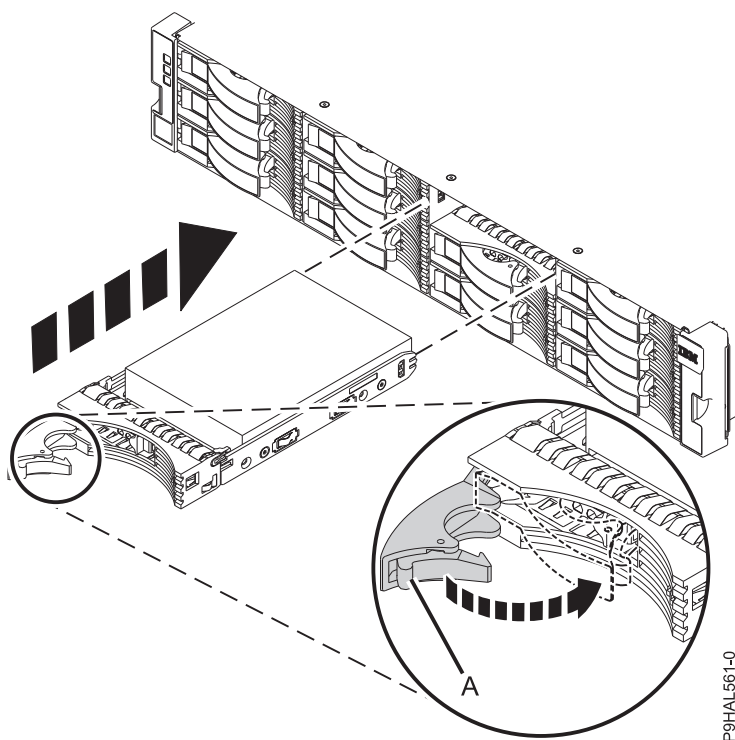
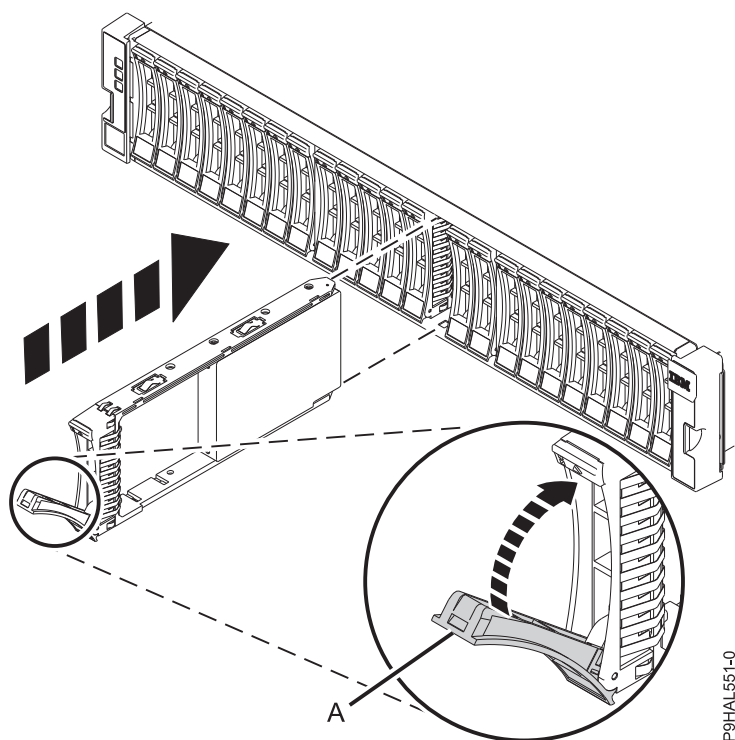

図 10. ESLL ストレージ・エンクロージャーへのドライブの取り付け
図 11. ESLS ストレージ・エンクロージャーへのドライブの取り付け
3. ハンドルがロック解除位置になっている状態で、ドライブの底部を支えながら、ディスク・ドライブをエンクロージャーのガイド・レールと位置合わせします。11 ページの図 10 または 11 ページの図 11 を参照してください。